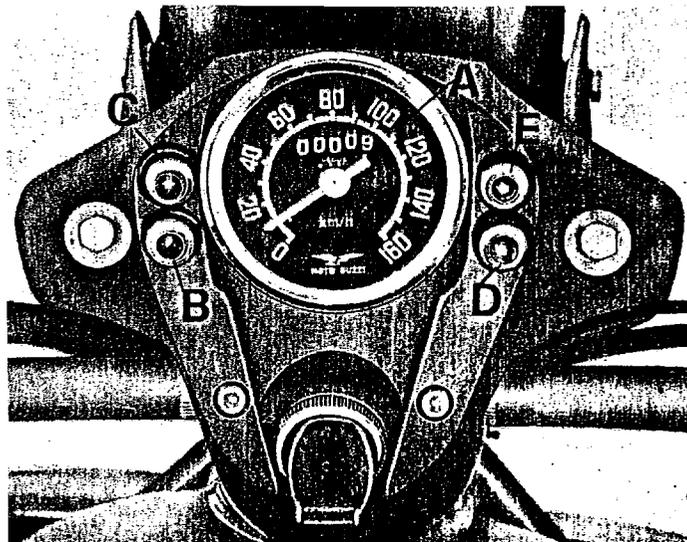

Abb. 7
- 1) Die Instrumententafel umfaßt (s. Abb. 7):